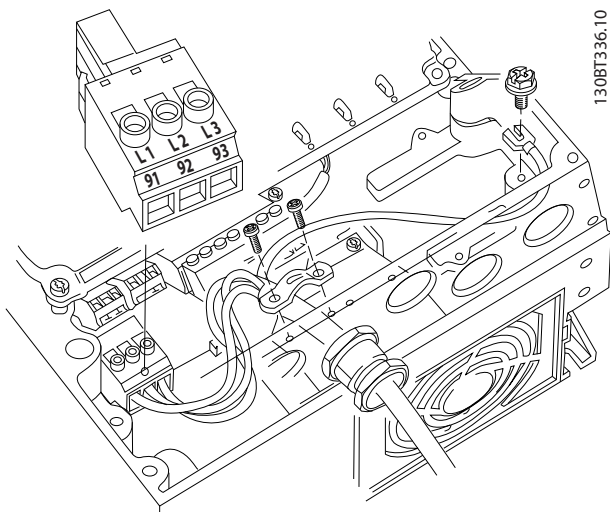

Ilustración 4.9 Conexión a la red de CA
1. Conecte el cableado de potencia de entrada de CA trifásica a los terminales L1, L2 y L3 (consulte *Ilustración 4.9*).